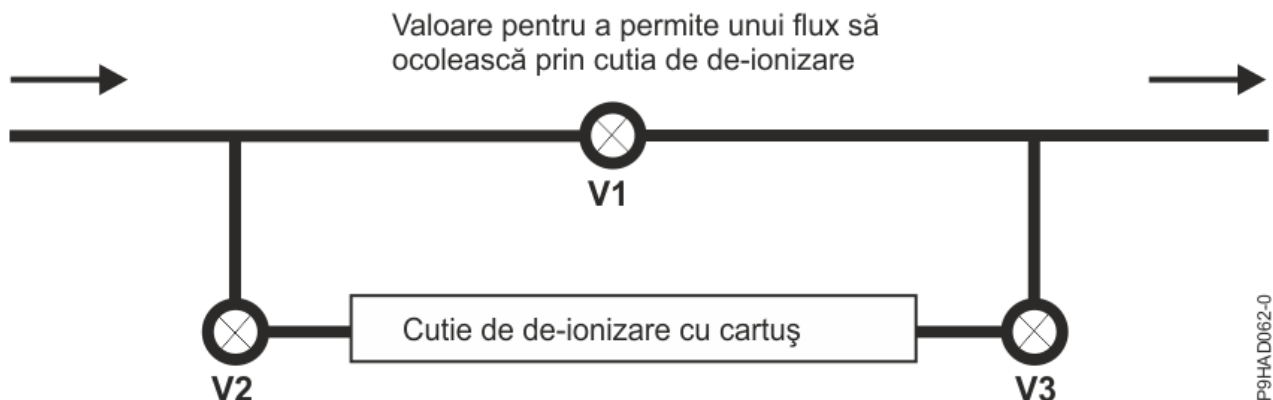

Figura 83. Deionizarea apei folosind cartușe de deionizare instalate în bucla de răcire
- Este important să vă asigurați că apa din sistem este curățată înainte să fie adăugată orice substanță chimică în apă. Acest lucru poate fi realizat prin deionizarea apei folosind cartușe de deionizare care sunt instalate în bucla de răcire. Este prezentat un exemplu în Figura 83 la pagina 149. Chiar dacă apa deionizată este folosită pentru a umple sistemul, un pas de deionizare este prudent din două